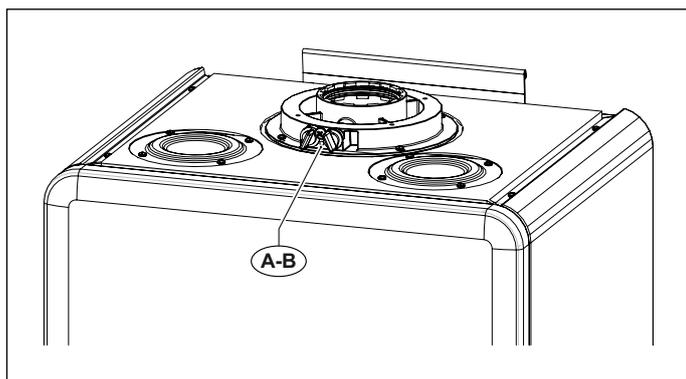
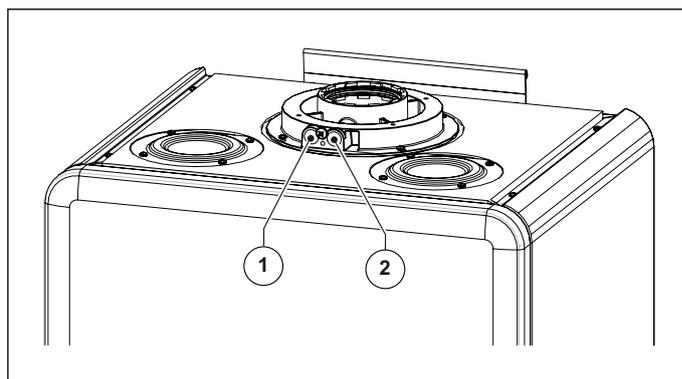

Abb. 19 Abgasstutzen
Abb. 20 Messöffnungen Abgasstutzen
Die Abgasmessung wird, an den dafür vorgesehenen Messöffnungen am Abgasstutzen durchgeführt (siehe Abb. 19 Abgasstutzen und Abb. 20 Messöffnungen Abgasstutzen).
Die Öffnung **A** ist zur Verbrennungsluftmessung bestimmt, die Öffnung **B** für die Abgasmessung (siehe Abb. 20 Messöffnungen Abgasstutzen).
Vor Beginn der Messungen die Verschlussstöpfe **A** und **B** von den Messöffnungen entfernen und die Messsonde des Abgasanalysegeräts positionieren (siehe Abb. 19 Abgasstutzen).
- Messung der Verbrennungsluft **1** (siehe Abb. 20 Messöffnungen Abgasstutzen).
- Messung der Abgastemperatur und des CO₂ Gehalts über die entsprechende Messöffnungen **2** (siehe Abb. 20 Messöffnungen Abgasstutzen).